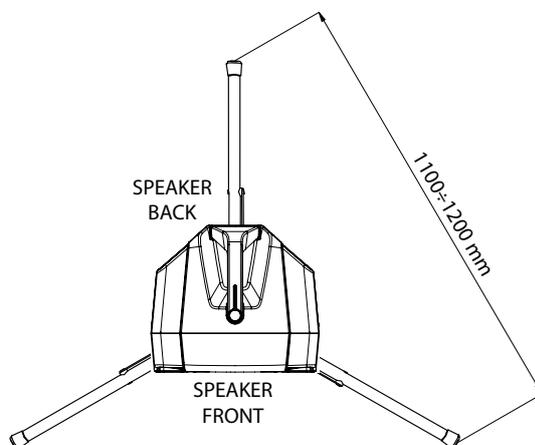

Fig. 4
- Posizionare il diffusore sull'accessorio. **IMPORTANTE:** assicurarsi che il diffusore sia posizionato in asse con uno dei piedi del supporto, come mostrato in Fig. 4.